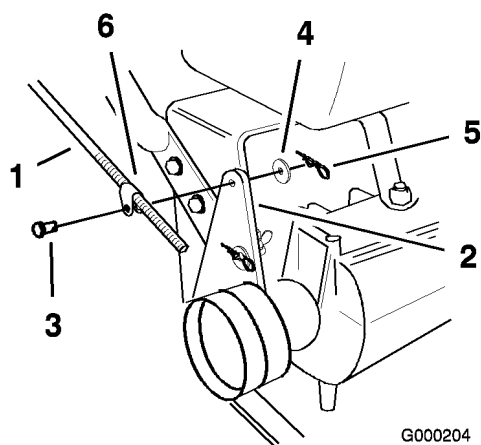

Figura 21
1. Saque el pasador de horquilla, la arandela y el pasador que sujetan el acoplamiento de la varilla de control con el soporte de la polea tensora (Figura 21).